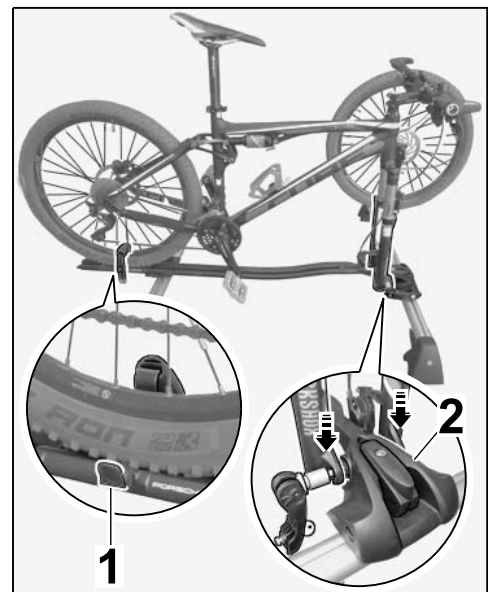

Fig. 31
7.3.1 Soulever le vélo / vélo de course à deux avec précaution sur le porte-vélos de course. Placer la roue arrière sur la fixation de roue et guider la fourche de roue avant dans la fixation (⇒ Fig. 31).